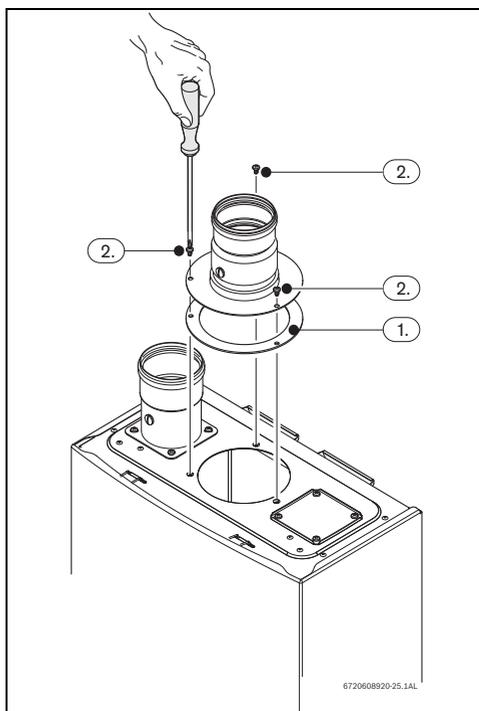

Fig. 27
- ▶ Colocar el sello entre el aparato y el accesorio, consultar la Fig. 27, pos.1.
- ▶ Apretar los 3 tornillos del accesorio de evacuación, consultar la Fig. 27, pos. 2.